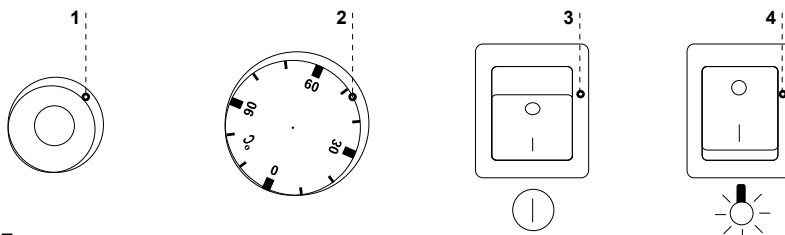

Рис.3 Пульт управления
- Включить кнопку главного выключателя Рис.3/3 (стр.21), что вызовет включение электрических грелок ванны бемара
- При помощи поворотной ручки регулятора Рис.3/2 (стр.21) установить требуемую температуру
- Включить кнопку выключателя освещения Рис.3/4 (стр.21)
Бемар оснащен механическим регулятором температуры. Датчик температуры размещен в ванне бемара. При помощи поворотной ручки Рис.3/2 (стр.21) регулятора устанавливаем на требуемую температуру в ванне посредством поворота поворотной ручки и ее установки в соответствующем положении. Вращение поворотной ручки по направлению движения часовой стрелки вызывает увеличение установленной влажности, а в обратном направлении вызывает ее уменьшение. Вращение поворотной ручки влево до конечного положения вызывает выключение работы грелок, несмотря на включенное питание.